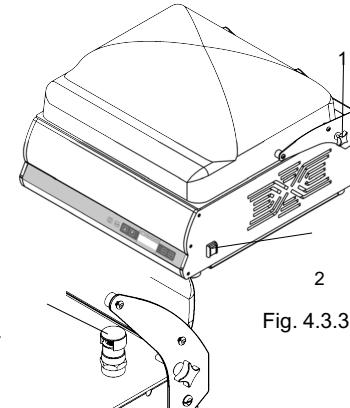

Fig. 4.3.4
Entfernen Sie die Saugkappe (Pos. 3, Abb. 4.3.4).
5. Entfernen Sie den Saugverschluss (Pos. 3, Abb. 4.3.4).